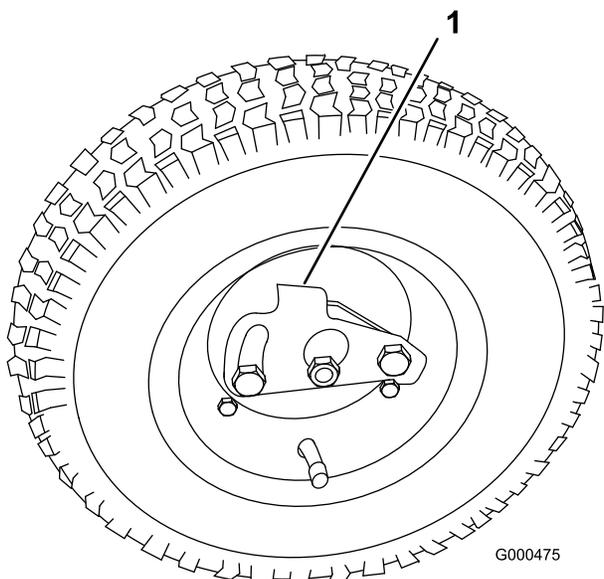

图16
2. 将行走轮锁定夹压向轮的中心，然后将行走轮滑到六角轴上（图16）。